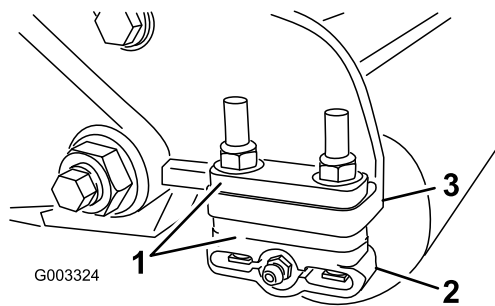

Figura 14
1. Ajuste os suportes do rolo traseiro (Figura 14) na altura desejada do limite de corte posicionando a quantidade necessária de espaçadores por baixo da flange de montagem da placa lateral (Figura 14) de acordo com o quadro de altura de corte.